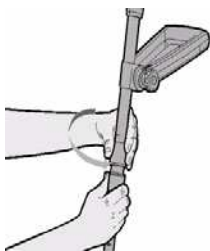

Рисунок 6
- відтягніть у бік корпусу двигуна кільце вузла регулювання довжини штанги (8) (рис. 6);